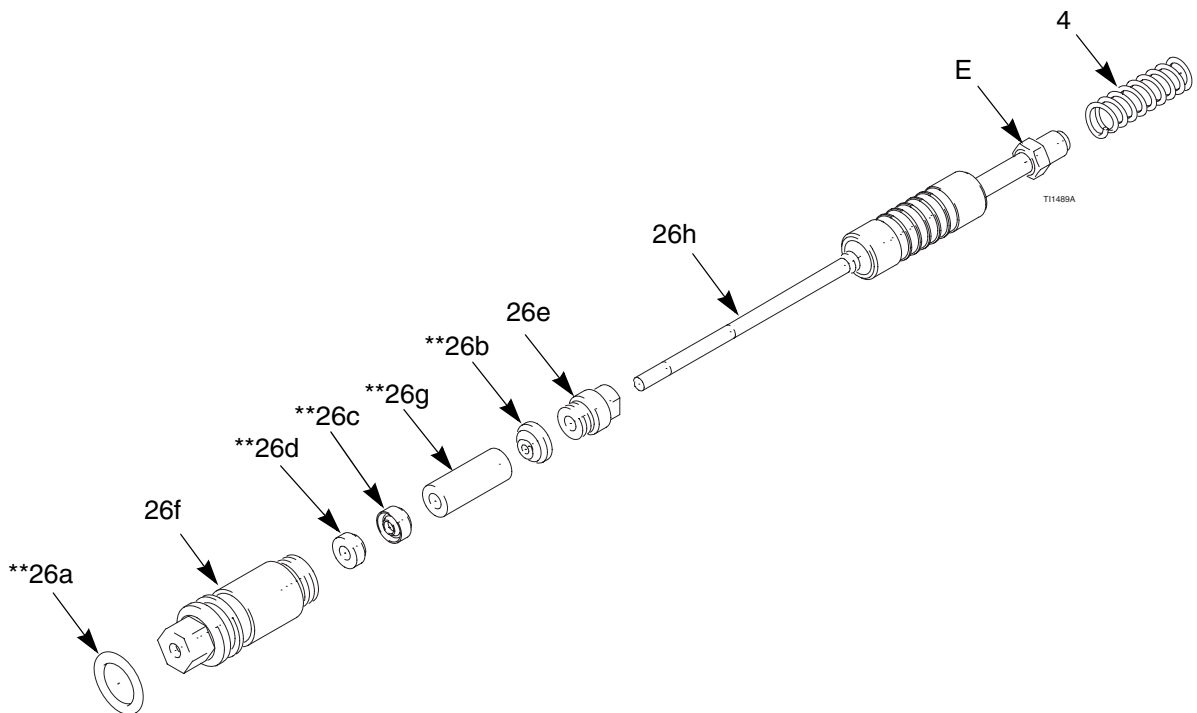

Fig. 27. Tige de presse-étoupe
1. Mettre l'écrou de presse-étoupe (26e) et le joint (26b**) sur la tige (26h). Les méplats de l'écrou doivent être orientés vers l'arrière de la tige. Le joint torique doit être tourné à l'opposé de l'écrou de presse-étoupe. Voir FIG. 27.
2. Remplir la cavité intérieure de l'entretoise (26g**) de graisse diélectrique (40). Mettre l'entretoise sur la tige (26h) dans le sens indiqué. Enduire généreusement l'extérieur de l'entretoise de graisse diélectrique.
6. Caler le ressort (4) contre l'écrou (E) comme indiqué.
7. Introduire l'ensemble du presse-étoupe (26) dans le canon du pistolet. À l'aide de la clé multi-usage (37), serrer légèrement l'ensemble pour un serrage jointif.
8. Mettre en place la gâchette (30) et serrer les vis (8).